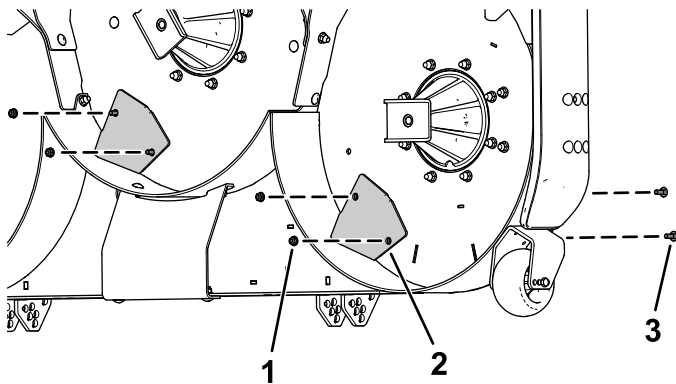

図 5
2. 図 5図に示すように、キャリッジボルト (5/16 x 7/8") 4本とフランジナット (5/16") 4個を使って、キッカー2つを芝刈り機のデッキに固定します。